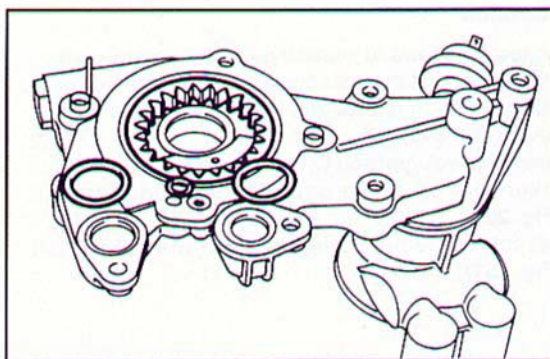

Fig. 254 ▲
- inserire l'ingranaggio condotto e i tre OR cosparsi di grasso sulla centralina olio (Fig. 254);
- set the driven gear and the three well-greased O-rings on the oil control unit (Fig. 254);